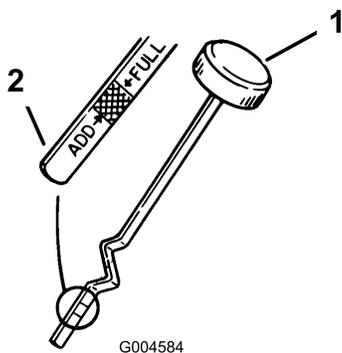

**Figura 20**
11. Versare lentamente circa l'80% della quantità indicata d'olio nel foro di rifornimento (Figura 20). Controllare il livello dell'olio; vedere Controllo del livello dell'olio.